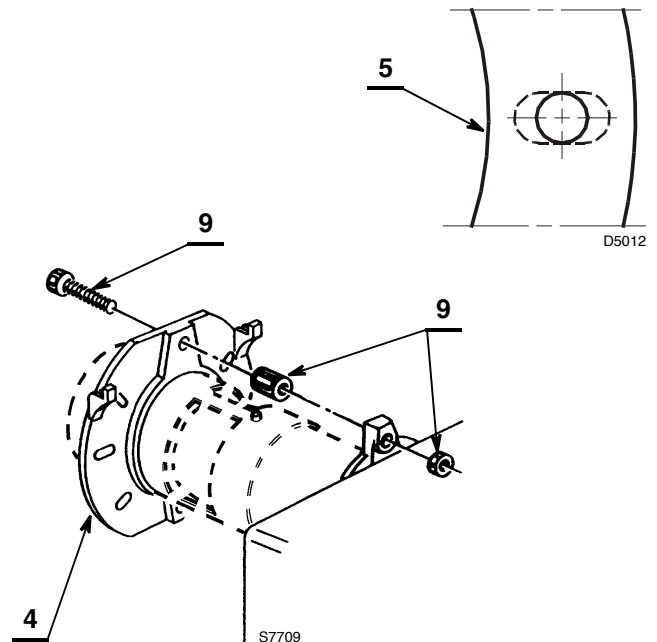

Abb. 7
- Die Schraube und die beiden Muttern 9) am Flansch 4) montieren (Abb. 7).
- Falls erforderlich, die Bohrungen der Isolierdichtung 5) (Abb. 7) erweitern.